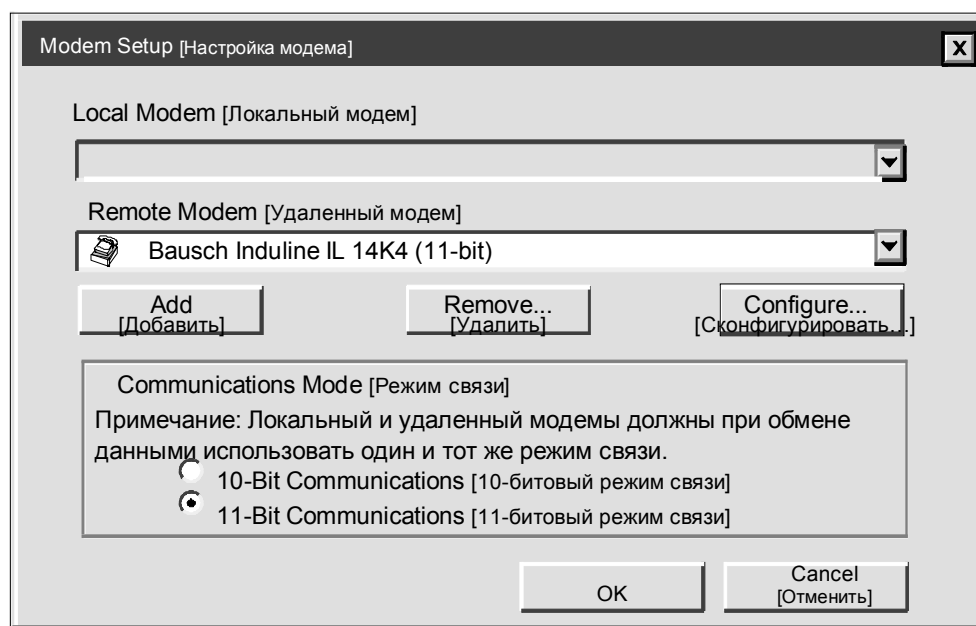

Рис. 7–14. Диалоговое окно «Настройка модема» для удаленного модем
4. Появляется диалоговое окно Configure [Конфигурирование] (рис. 7–15). Если вы используете стандартный модем, то поля, которые вы можете редактировать, отсутствуют. Если вы не пользуетесь стандартным модемом, то вы должны ввести командную строку АТ для своего модема. Обратитесь к документации на свой модем.